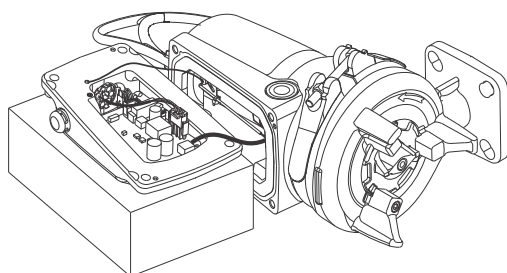

Рис. 17 Электронный блок на колодке
3. Открутите четыре винта (188a), установите электронный блок возле насоса на колодку или другую опору. См. рис. 17.